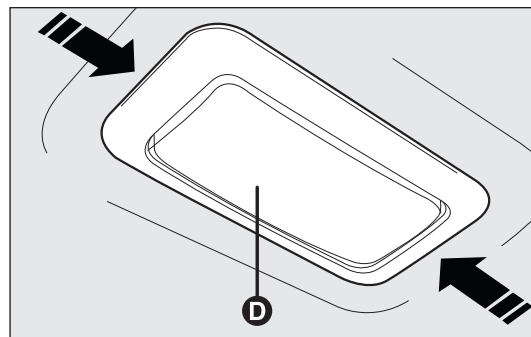

fig. 174
- remplacer l'ampoule fig. 174 en la dégageant des contacts latéraux et en s'assurant que la nouvelle ampoule soit correctement bloquée entre les contacts même ;
- agir sur les points indiqués par les flèches et enlever le plafonnier D-fig. 174 ;